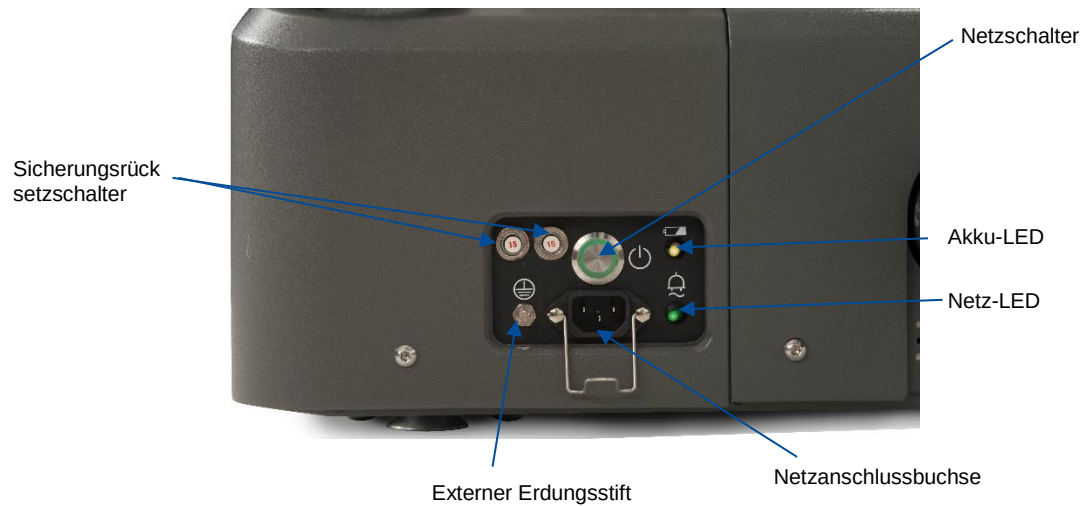

Abbildung 4: ProAxis®-Tischsockel, Kopfende
3. Ist das Netzkabel nicht an eine Steckdose mit Schutz Erde angeschlossen, so muss der externe Erdungsstift an eine Schutz Erde angeschlossen werden (Abbildung 4).
1. Sicherstellen, dass der Akku ordnungsgemäß aufgeladen wurde, wie in Abschnitt 12.3 ausgeführt. Den Netzschalter drücken und bestätigen, dass am Schalter ein grüner Ring aufleuchtet, der anzeigt, dass der Tisch mit Strom versorgt wird. Die Akku-LED am Sockel der Kopfende-Säule leuchtet nicht, was bedeutet, dass der Tisch über den Akku betrieben wird (Abbildung 4).
3. Zum Schutz des Patienten, des Krankenhauspersonals und des Tisches vor potenziellen elektrischen Gefährdungen müssen der externe Erdungsstift und die Schutz Erde durch ein externes Erdungskabel zusammengeschlossen sein, wenn die Tischnutzung im Akkubetrieb erfolgt (Abbildung 4).